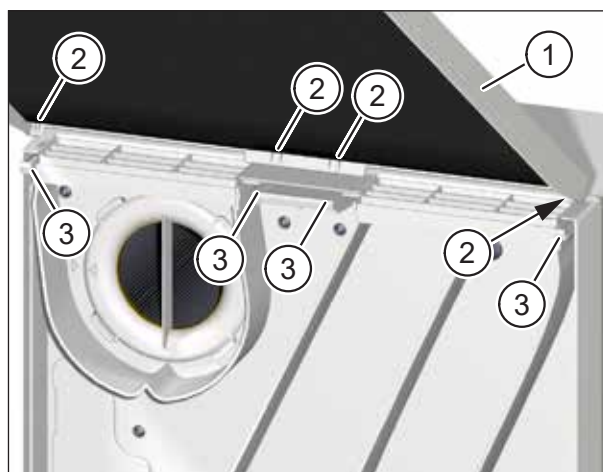

Fig. 20 : Poser le couvercle sur l'appareil d'aération
- ▶ Saisissez des deux mains le couvercle (pos. 1 dans Fig. 20) de l'appareil d'aération et inclinez le bord supérieur du couvercle dans la direction de l'appareil d'aération.
- ▶ Introduisez les ergots (pos. 2 dans Fig. 20) du couvercle dans les supports (pos. 3 dans Fig. 20) sur la face supérieure de l'appareil d'aération.